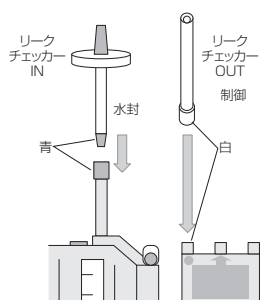
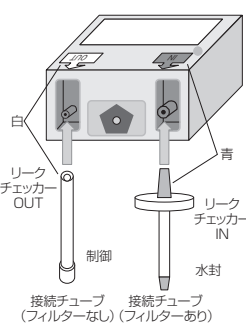

図10
図11
- 3) LCフィルターの「水封」コネクタと連結チューブ⑬の「IN」コネクタ（図10）、およびLCフィルターの「リークチェッカーIN」コネクタとSBリークチェッカーの「IN」側コネクタをリークがないように突き当たるまで差し込み（図11）、緩みがないことを確認する。
- 4) LCフィルターの「制御」コネクタと連結チューブの差込口④（図10）、およびLCフィルターの「リークチェッカーOUT」とSBリークチェッカーの「OUT」側コネクタをリークがないように突き当たるまで差し込み（図11）、緩みがないことを確認する。